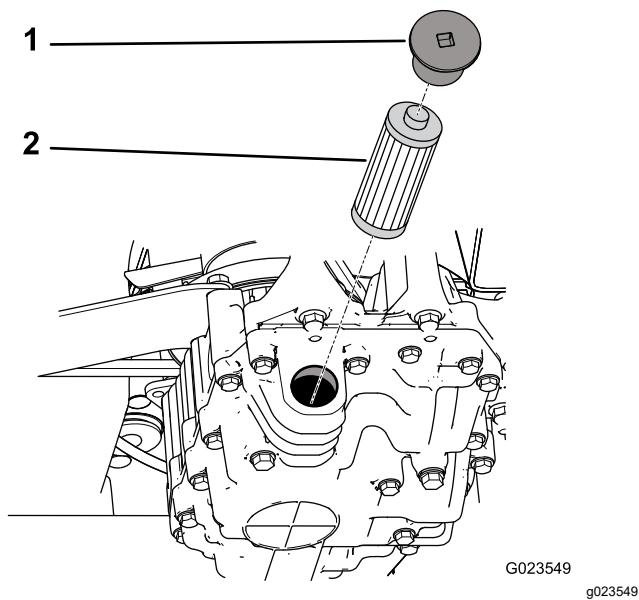

Figure 75
4. Enlevez le chapeau du filtre et sortez le filtre de la transmission (Figure 75).